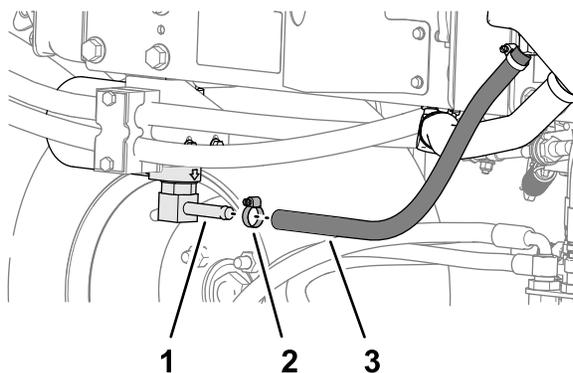
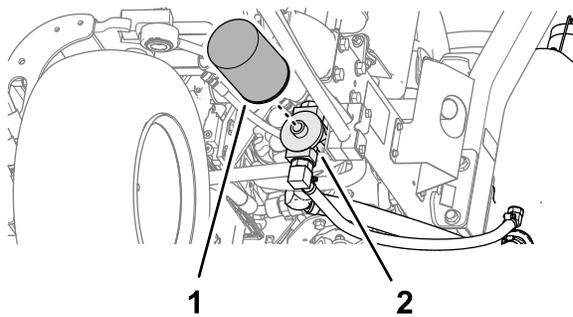

图 85
图 86
2. 断开液压软管 图 85 或卸掉液压油过滤器 图 86 让液压油排放到放油盘中。